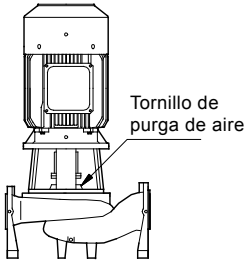

Fig. 4 Tornillo de purga de aire
1. Cerrar la válvula de corte de la descarga y aflojar el tornillo de purga en el soporte del motor, ver fig. 4.
3. Purgar la bomba durante el arranque, aflojando el tornillo de purga de aire en el soporte del motor hasta que salga un chorro continuo de líquido por el orificio de purga, ver fig. 4.